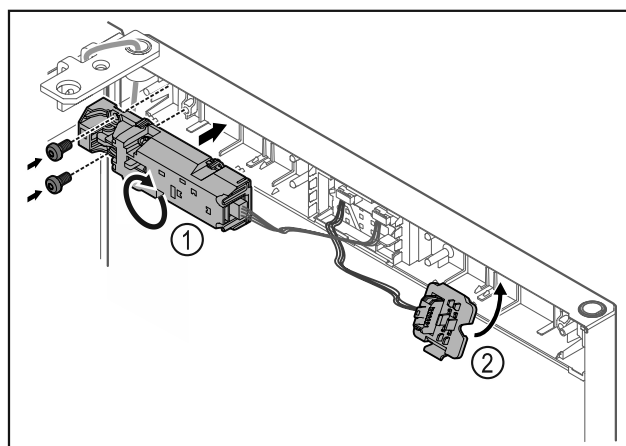

Fig. 24
- ▶ Drej fjernlåsen Fig. 24 (1) 180°, og fastgør den på den modsatte side.
- ▶ Klik stikholderen Fig. 24 (2) i på den modsatte side.